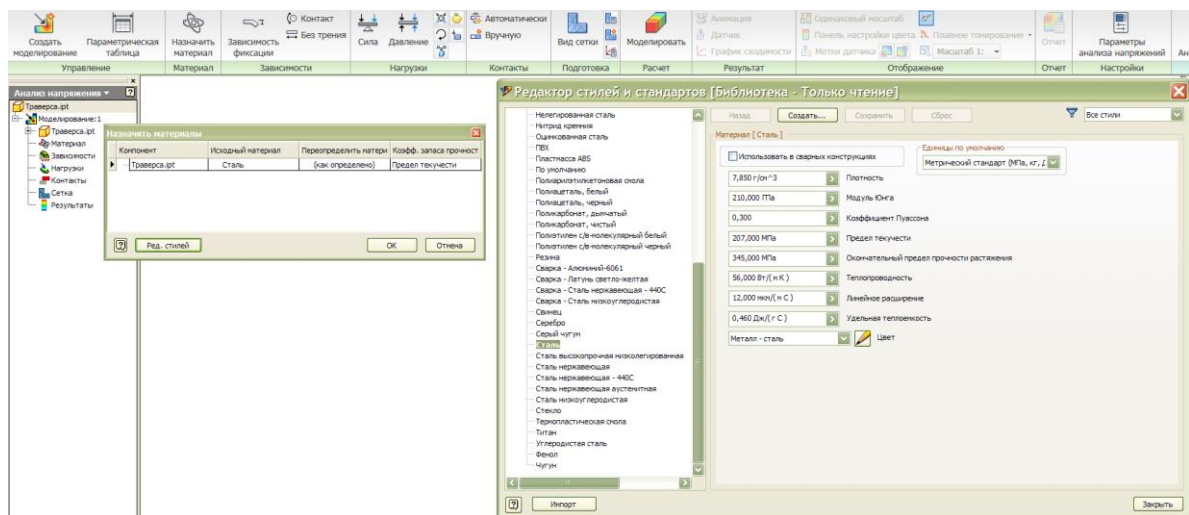

Рис. 5. Задание свойств материала
- Проверьте назначение материала детали. Материал траверсы должен быть «Сталь». При необходимости переопределите материал (рис. 5).
Откройте редактор стилей кнопкой **Ред. стилей**. Редактор стилей позволяет просмотреть и переопределить свойства материала. Задайте свойства стали, как показано на рис. 5.
7. Включите отображение сетки конечных элементов (рис. 2) командой «Вид сетки» на панели инструментов «Подготовка» (рис. 5).
Оценку работоспособности детали можно провести на основе рассчитанного минимального коэффициента запаса прочности. Ранее, при задании материала детали (рис. 5), было указано, что коэффициент запаса прочности вычисляется по пределу текучести материала. Поэтому, в данном случае, коэффициент запаса прочности – это отношение предела текучести материала к напряжению по Мизесу. Если коэффициент запаса меньше 1,0, то это означает, что напряжения в детали превысили предел текучести и деталь не выдержит заданную нагрузку. В химическом машиностроении принято, что коэффициент запаса по пределу текучести должен быть больше 1.5.